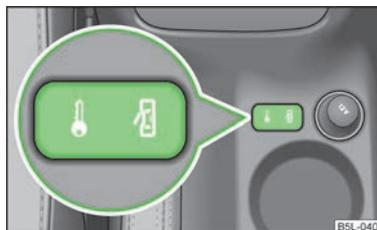

Fig. 12
Si el vehículo no se bloqueó desde fuera, se podrá desbloquearlo y bloquearlo con la tecla basculante » fig. 12, incluso sin estar conectado el encendido.
- Pulsar la tecla en la zona **[L]** » fig. 12. El símbolo **[L]** en la tecla se encenderá.
- Pulsar la tecla en la zona **[R]** » fig. 12. El símbolo **[R]** en la tecla se apagará.